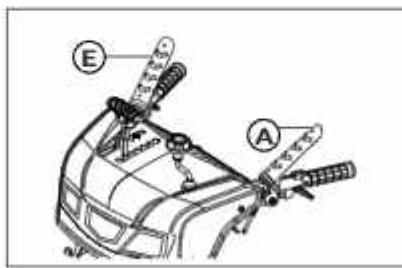

Рис. 26
1. Нажмите и удерживайте рычаг управления шнеком (рис. 26, поз. A).
2. Нажмите и удерживайте рычаг управления шнеком (рис. 26, поз. E).